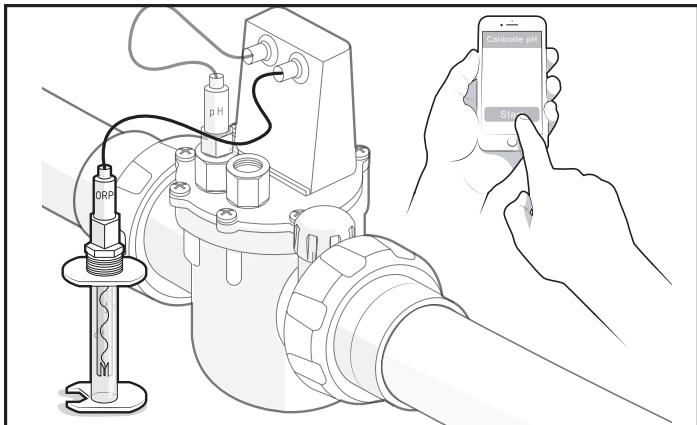

Figure 12. Immerger le capteur et démarrer l'étalonnage
9. Immerger le capteur dans la solution tampon ORP 470 mV à l'intérieur du tube de stockage. Démarrer l'étalonnage à l'aide de l'application iAquaLink® ou du contrôleur OneTouch (AquaLink® RS uniquement), puis accédez à : MENU / AIDE > CONFIGURATION DU SYSTÈME > TRUSENSE, se reporter à la Figure 12.